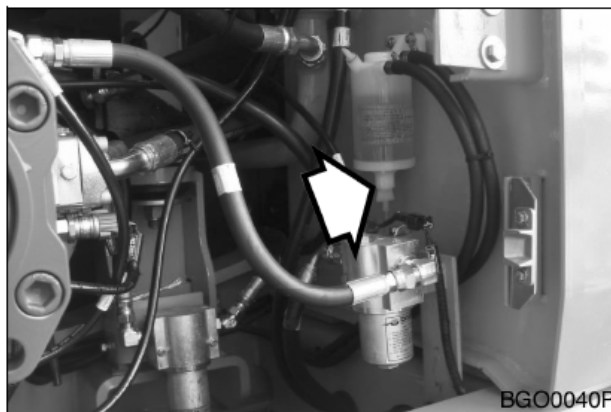

Рис. 19
3. Если красное кольцо в резервуаре достигает линии уровня, ослабить заглушку (рис.19) в днище корпуса и слить воду в соответствующую емкость.
4. Затянуть заглушку (рис.19) и заправить топливную систему. (См. стр. 4-42)